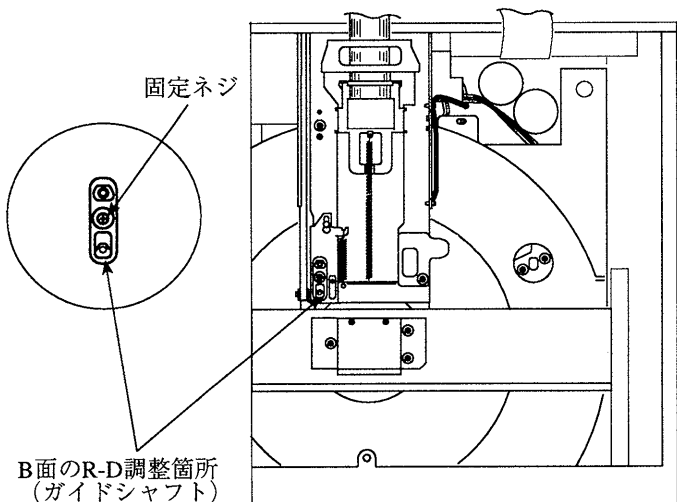

図6-7-5
- (6) 調整後は固定ネジで締め付け固定する。(図6-7-5)
- (7) 停止状態にする。
- (8) トラッキングサーボをONする。